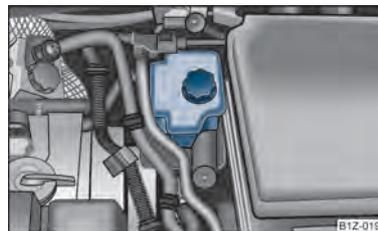

Fig. 153 Compartimento do motor: Recipiente do líquido dos travões
- Controlar o nível do líquido dos travões no recipiente ⇒ Fig. 153. O nível deve estar entre as marcas „MIN” e „MAX”.